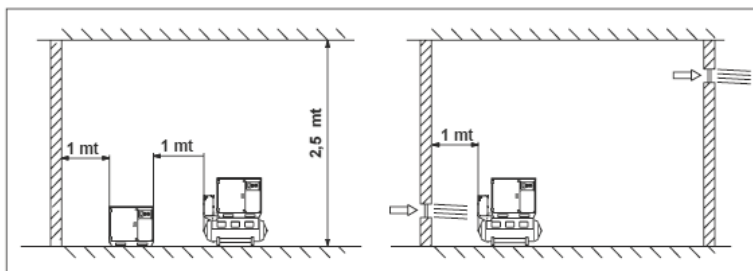

Fig. 5
Das Bedienpersonal muss volljährig, entsprechend unterwiesen und verantwortungsbewusst sein. Außerdem ist es verpflichtet, dieses Handbuch vollständig zu lesen und zu verstehen. Solange die Maschine eingeschaltet ist, dürfen keine Schutzvorrichtungen oder Gehäuseteile entfernt und keine beweglichen Teile berührt werden. Ziehen Sie den Netzstecker niemals am Kabel aus der Steckdose. Vermeiden Sie es, auf dem Kabel zu stehen oder schwere bzw. scharfkantige Gegenstände darauf abzulegen. Arbeiten Sie niemals am Kompressor, wenn er an das Stromnetz angeschlossen ist oder sich Druck im Luftbehälter befindet. Wenn der Kompressor mit einem Verlängerungskabel betrieben wird, stellen Sie sicher, dass dieses für den vorgesehenen Einsatz geeignet und entsprechend gekennzeichnet ist. Vor jeder Inbetriebnahme ist zu prüfen, ob Schutzvorrichtungen oder andere Bauteile sichtbare Beschädigungen aufweisen. Defekte Teile dürfen ausschließlich von qualifiziertem Fachpersonal repariert oder ersetzt werden. Verwenden Sie ausschließlich Original-Ersatzteile. Die Verwendung von NICHT-ORIGINAL-Teilen führt zum Erlöschen der Garantie. Betreiben Sie den Kompressor ausschließlich mit der auf dem Typenschild angegebenen Nennspannung (siehe Abb. 1). Reinigen Sie das Gehäuse und Kunststoffteile nicht mit aggressiven oder ätzenden Flüssigkeiten. Sollte der Kompressor ungewöhnliche Geräusche oder Vibrationen verursachen, schalten Sie ihn sofort aus und wenden Sie sich gegebenenfalls an den Kundendienst. Nehmen Sie keine Änderungen oder Modifikationen am Kompressor ohne ausdrückliche Genehmigung des Herstellers vor. Richten Sie den Luftstrahl niemals auf Personen oder Tiere. Bei Verwendung des Kompressors für Lackierarbeiten ist der Kontakt mit offenen Flammen unbedingt zu vermeiden. Sorgen Sie für ausreichende Belüftung (siehe Abschnitt 5.1 und Abb. 5) und tragen Sie geeignete persönliche Schutzausrüstung gemäß den geltenden Vorschriften.
- Zur Unterstützung des natürlichen Luftaustauschs sollten sich im Raum Lüftungsöffnungen in Bodennähe und unter der Decke befinden (siehe Abb. 5).